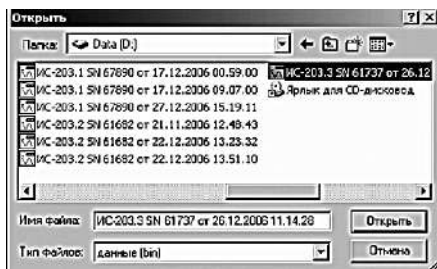
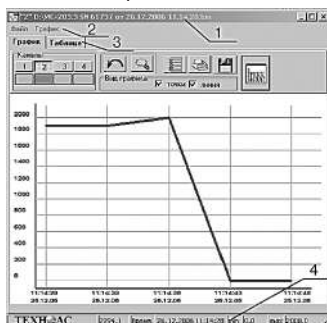

рис.17
рис.18
2) В окне располагаются 2 кнопки. Кнопка «Открыть файл», открывает файл с расширением *.bin и строит график на основе данных файла. При ее нажатии открывается диалог (рис.17), где выбирается необходимый файл для просмотра. Нажать на кнопку «Открыть», в результате выводится окно с соответствующим графиком (рис.18).
3) Открыть выделенный файл. На экране появится окно, приведенное на рис. 18, где: